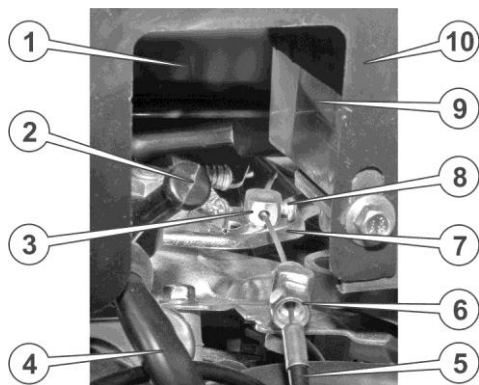

Рисунок 4.4. Регульовальні елементи карбюратора
17. Вставити трос механізму регулювання подачі палива в отвір кронштейна даного механізму, закріпити кінець троса в кліпсі важеля регулювання подачі палива за допомогою гвинта (див. рисунок 4.4.).
Під час заправки або доливання мастила встановіть мотоблок на рівну горизонтальну поверхню, по черзі відкрутіть пробки-щупи та проконтролюйте за їх допомогою рівні мастила в двигуні і коробці передач (див. рисунок 4.4.), залийте в залівні горловини необхідну кількість мастила. Знову перевірте за допомогою пробок-щупів рівні мастила. У разі необхідності долийте мастила до норми.